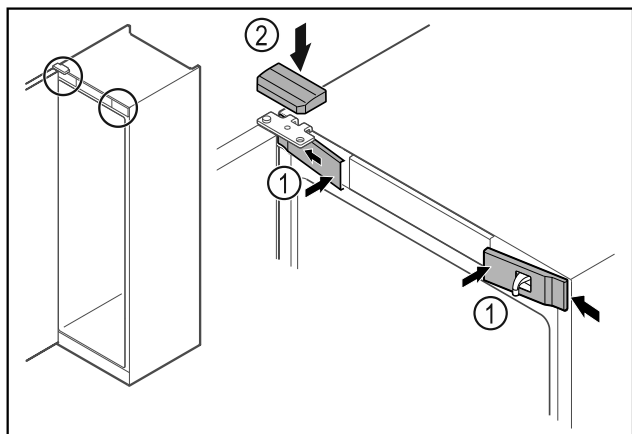

Fig. 52
- ▶ Futni nga anash kapakët mbulues të përpamë Fig. 52 (1) dhe mbërthejini.
- ▶ Mbërtheni nga lart kapakun mbulues të sipërm Fig. 52 (2).